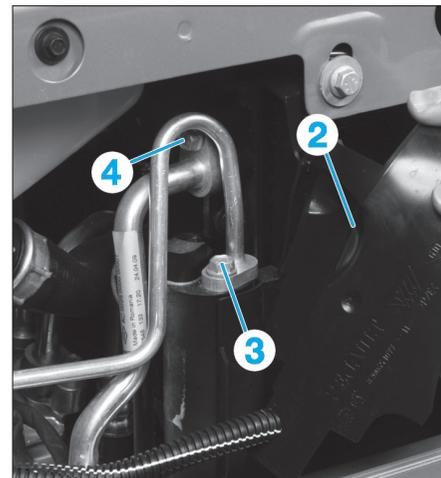

Fig. 13
- Déposer le déflecteur d'air (2) (Fig.13).
- Déposer les vis (3) et (4) puis écarter les tuyaux.